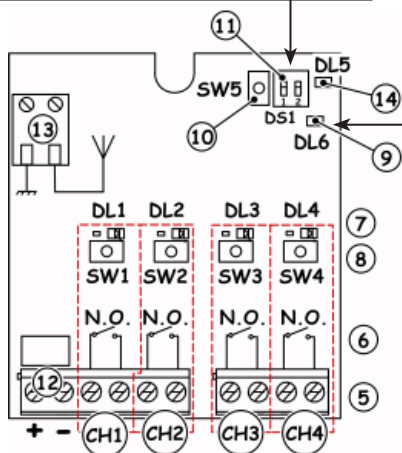

Fig. 1
4. Premere, per 1 secondo, il pulsante sulla ricevente (Fig.1 rif. ⑧) corrispondente al canale a cui si vuole associare il radiocomando.
5. Il led corrispondente sulla ricevente (Fig.1 rif. ⑦), inizia a lampeggiare lentamente per 5 sec.
7. Il led sulla scheda (Fig.1 rif. ⑦) si accenderà a luce fissa per 1 secondo per poi spegnersi, indicando l'avvenuta memorizzazione.
1. Per cancellare **TUTTI** i codici dei radiocomandi associati ai canali 1-2 o 3-4, è sufficiente tenere premuto il pulsante corrispondente (Fig.1 rif. ⑧), per 10 sec. (ES: PER CANCELLARE TUTTI I RADIOCOMANDI ASSOCIATI AI CANALI 1-2 SI PREMIERÀ SW1 O SW2).
2. Il led corrispondente (Fig.1 rif. ⑦) al pulsante premuto lampeggerà per i primi 5 sec. per poi lampeggiare più velocemente per i successivi 5 sec.
Per effettuare la programmazione del tempo, occorre innanzitutto **scegliere tramite il dip switch 2 la base tempi** con cui la scheda effettuerà il conteggio (vedi tabella fig.1); successivamente premere il tasto SW5 (Fig.1 rif. ⑩) fino ad arrivare al tempo scelto (Ad ogni pressione del tasto corrisponde una breve accensione del led DL6). Attendere 5 sec., **senza premere nessun tasto**, fino all'accensione del led DL6 fisso per 3sec. (Per uscire dalla programmazione)